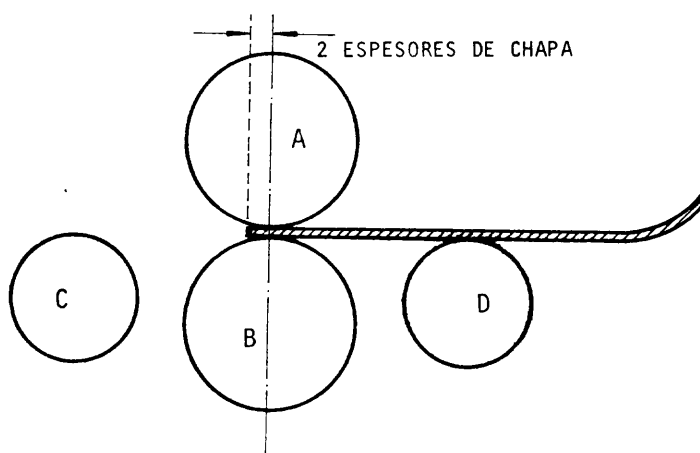

Fig. 6
- 2) Para curvar el otro extremo de la chapa, repita el 3° Paso (fig. 6). Utilice el rodillo "D" en lugar del "C" (fig. 7). Repita el 4° Paso.